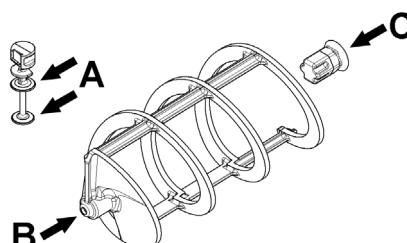

figura 16
- 2 Lubrificar el pistón del grifo de erogación, el empalme hexagonal y el mezclador en los puntos indicados en la figura 16 utilizando exclusivamente la grasa que se entrega de serie con la máquina u otra grasa para uso alimentario.
- 3 Montar de nuevo el grifo de erogación en el recipiente con secuencia inversa respecto a la de la figura 16.